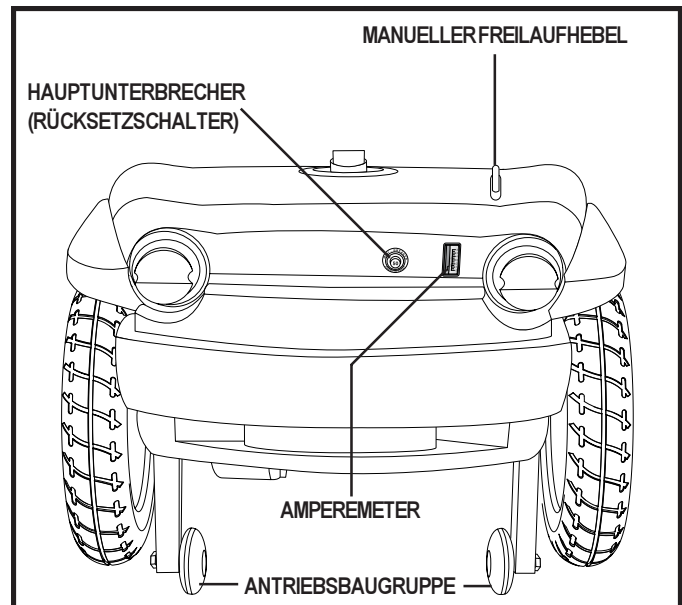

Abb. 6. Heckteil
Die Batterien (nicht abgebildet), der Hauptunterbrecher (Rücksetzschalter), das Amperemeter, der manuelle Freilaufhebel, die Stützräder, und die Motor-/ Antriebseinheit (nicht abgebildet) befinden sich im hinteren Bereich Ihres Elektromobils. Siehe Abbildung 6.
- Der Hauptunterbrecher befindet sich in der Nähe des Amperemeters. Siehe Abbildung 6.